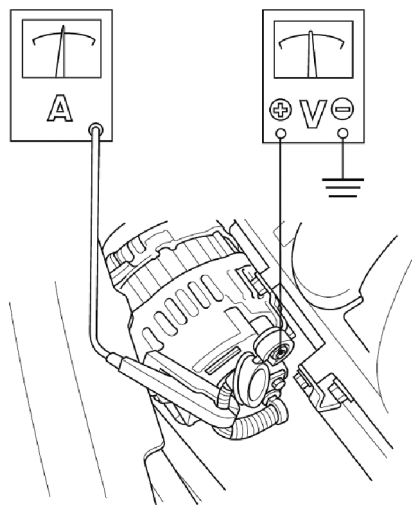

图 25-5 连接电流表和电压表
- 2) 如图 25-5 所示，连接电流表（量程 0 ~ 400A）和电压表（量程 0 ~ 20V，精度在 0.1V 内）。